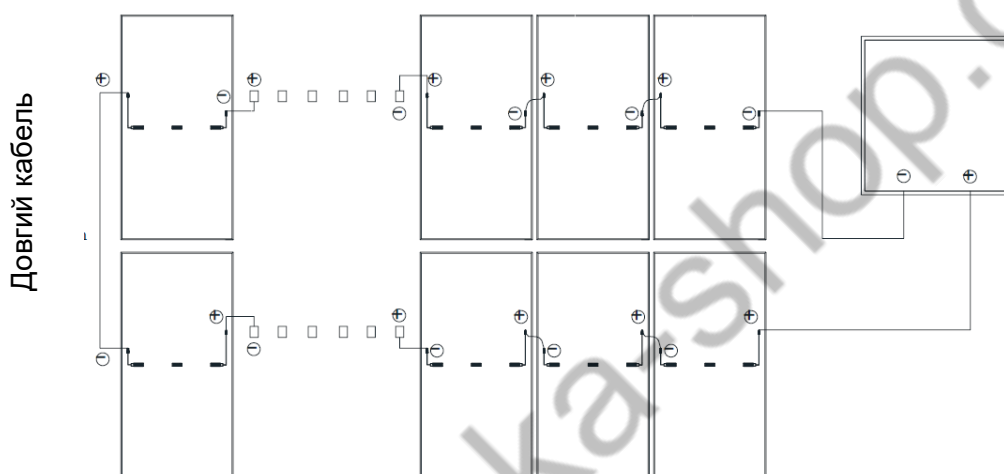

Рис. 9-1 Вертикальне встановлення модулів з короткими кабелями
- Рекомендовані способи з'єднання при вертикальному монтажі для модулів з короткими кабелями. Див. рис. 9-1. Способи з'єднання в горизонтальному монтажі див. на рис.9-2.